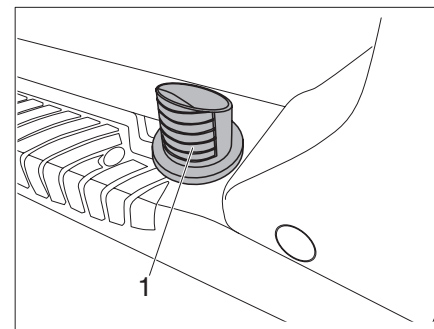

Fig. 71 Diffuseur du chauffage d'appoint
▶ Ne pas recouvrir le diffuseur (Fig. 71,1) ou ne pas le diriger directement sur des objets ou des parties du corps.